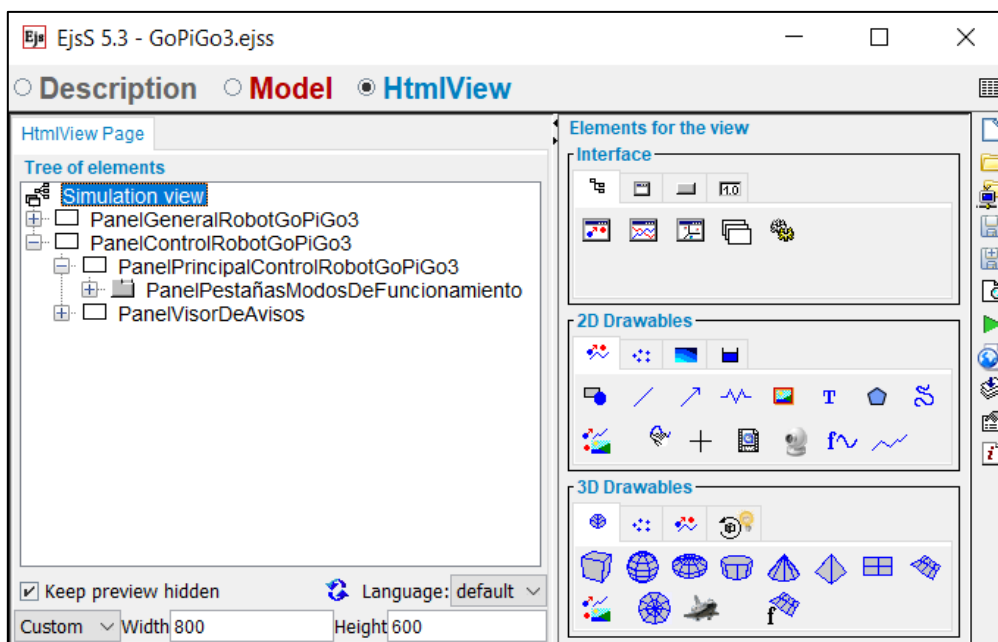
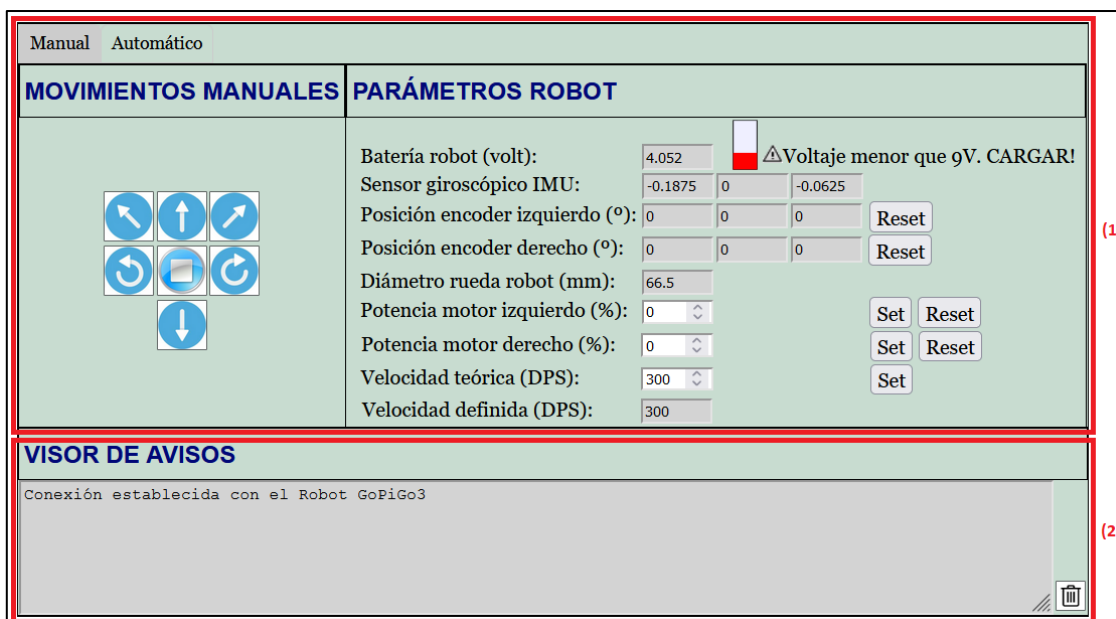

Figura 31: Estructura del panel PanelControlRobotGoPiGo3
Figura 32: Panel PanelControlRobotGoPiGo3. (1) PanelPrincipalControlRobotGoPiGo3 y (2) PanelVisorDeAvisos
En la *Figura 31* y *Figura 32* se muestra que el panel *PanelControlRobotGoPiGo3* se divide en dos subpaneles: (1) *PanelPrincipalControlRobotGoPiGo3* y (2) *PanelVisorDeAvisos*.